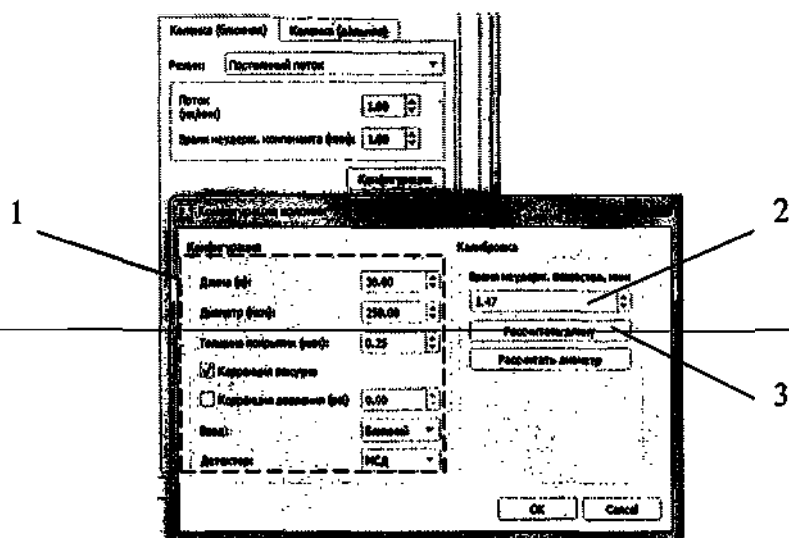

Рисунок 190 – Сектор с указанием параметров хроматографической колонки
- для этого, требуется записать такое время в поле 2 (рис. 190);